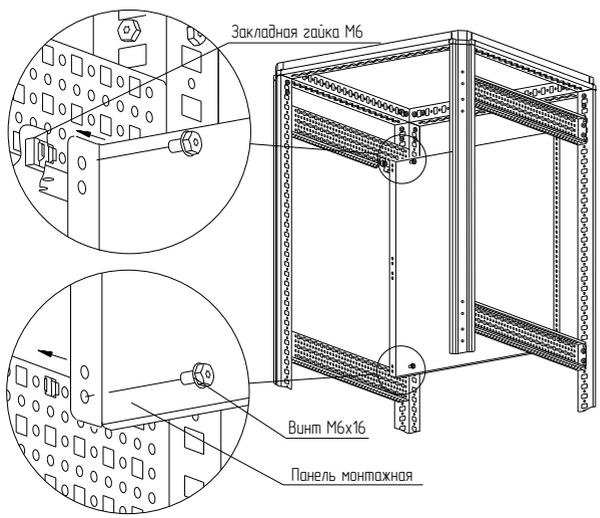

Рисунок 16
– вариант 3. Набором «закладная гайка М6 – винт М6×16 – шайба 6». Установить закладные гайки в квадратные отверстия реек монтажных и закрепить панель монтажную частичную винтами М6×16 с шайбами 6 (рисунок 16). Момент затяжки – 7 Н·м. Набор крепежа приобрести отдельно.